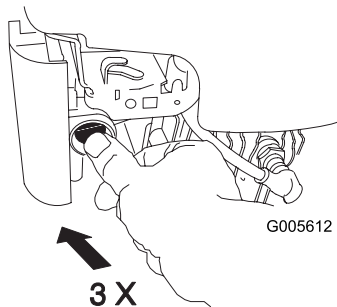

Bild 16
1. Drücken Sie die Kaltstarthilfe kräftig dreimal mit dem Daumen, halten Sie die Kaltstarthilfe jeweils für eine Sekunde gedrückt (Bild 16).